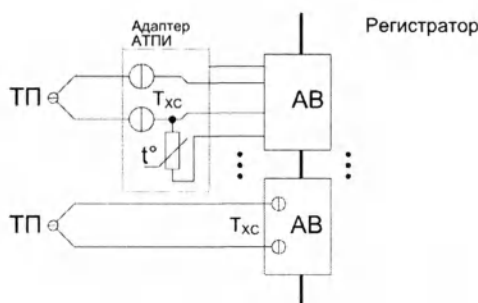

Рисунок 2.13 Компенсация холодного спада каналом регистратора:
- АВ1-АВ12, МВ1-МВ4 – измерение температуры холодного спая одним из каналов регистратора. Для этого следует сконфигурировать соответствующее количество каналов регистратора для измерения ТП и один канал для измерения температуры холодного спая (чаще всего – термопреобразователем сопротивления - ТС). Затем, у всех каналов ТП указать в качестве параметра "Изм-е Тхс" канал, измеряющий температуру холодного спая. При использовании для компенсации т.э.д.с. холодного спая адаптера АТПИ (рисунок 2.13 б) следует указать номер того канала, к которому он подключен.